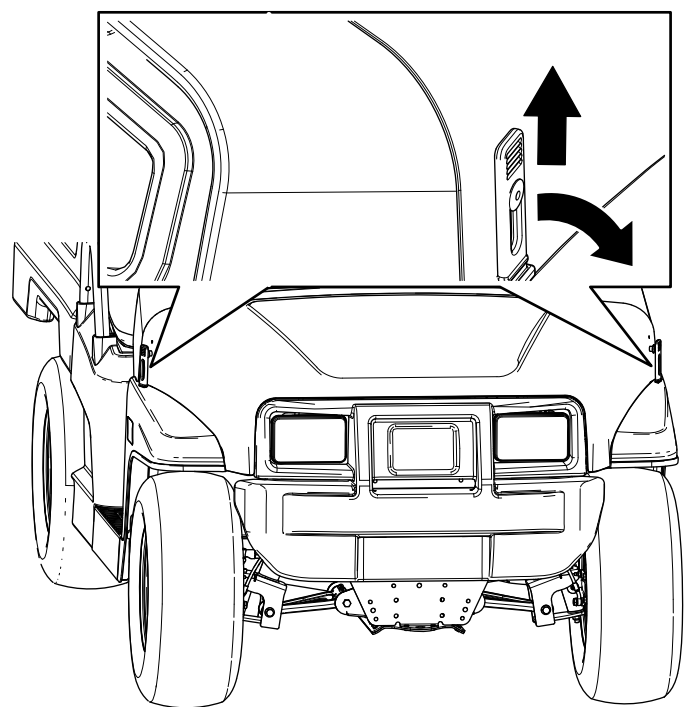

Рисунок 23
2. Закрепите капот, совместив резиновые защелки с фиксаторами защелок с каждой стороны капота (Рисунок 23).
1. Поднимите ручки резиновых защелок с каждой стороны капота (Рисунок 23).